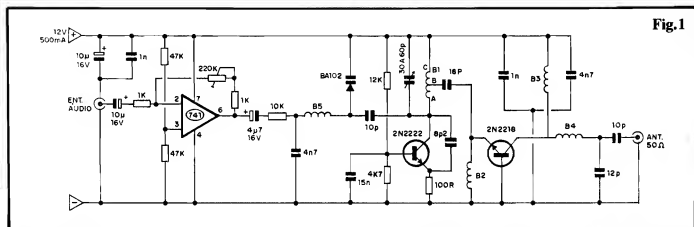

Fig. 1
- FIG. 1 - O CIRCUITO - São três os blocos ou estágios básicos do circuito: um amplificador de áudio (centrado no Integrado 741), um oscilador de RF modulado (2N2222 e "adjacências") e um amplificador final de RF (2N2218